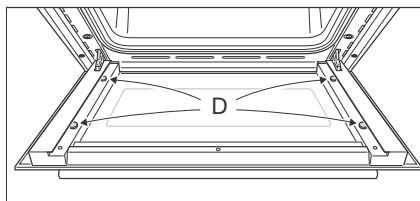

Figura 49a
- Assicurarsi che i quattro tamponi di gomma siano in posizione ("D" nella figura 49a).